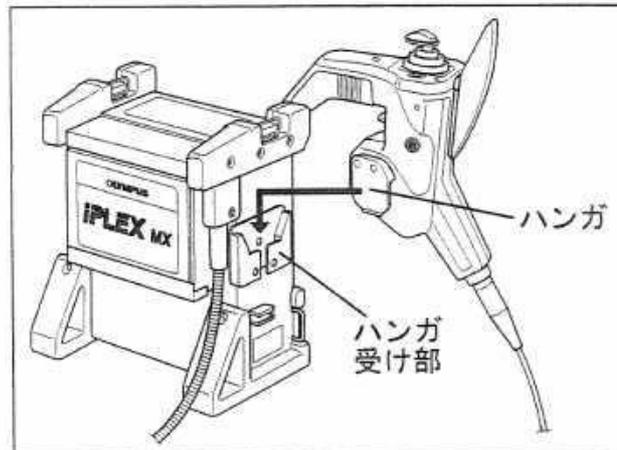

図 3.25
1. 操作部側面のハンガを、本体側面のハンガ受け部にはめ込みます。ハンガが受け部に対して傾いていると、うまくはめ込むことができない可能性があるため、なるべくまっすぐにはめ込んでください。(図 3.25 参照)